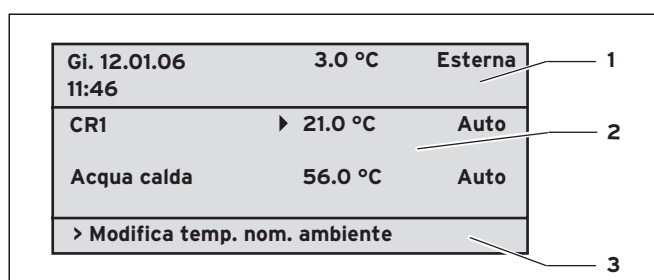

Fig. 4.2 Panoramica del display (esempio di schermata di base)
- Schermata di base (fig. 4.2)
Il metodo operativo qui descritto si riferisce alla schermata di base (fig. 4.2) e alle diverse schermate di visualizzazione/immissione del livello utente.
Situazione di partenza: È visualizzata la schermata di base (vedere fig. 4.2). La procedura di accesso alla schermata di base è descritta nella sezione 4.3.3.
Premendo una o entrambe le manopole, si passa dalla schermata di base semplificata alla schermata successiva (vedere fig. 4.2).